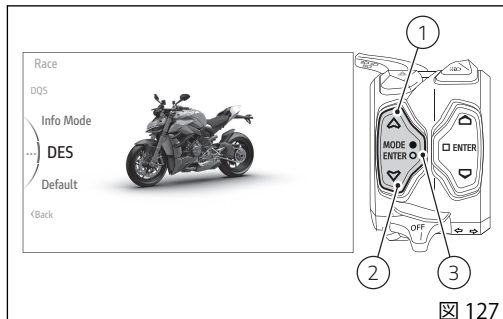

図 127
- インタラクティブメニューからボタン (1) とボタン (2) を使用して、「Setting menu (設定メニュー)」を選択し、「ENTER」(3) を押します。
- 「Riding Mode」を選択し、「ENTER」(3) を押します。
- パーソナライズするライディングモードを選択し、「ENTER」(3) を押します。
- 「DES」(図 127) を選択し、「ENTER」(3) を押します。
- ボタン (1) とボタン (2) を使用して、インタラクティブメニューから「Setting menu (設定メニュー)」を選択し、「ENTER」(3) を押します。
- 「Modify Suspension (サスペンションの変更)」を選択し(図 127)、「ENTER」(3) を押します。
- 「Custom Fixed Suspension (カスタム固定サスペンション)」を選択し、「ENTER」(3) を押します。
- 「DES」(図127)を選択し、「ENTER」(3)を押します。
- 「Modify Suspension (サスペンションの変更)」を選択し(図127)、「ENTER」(3)を押します。